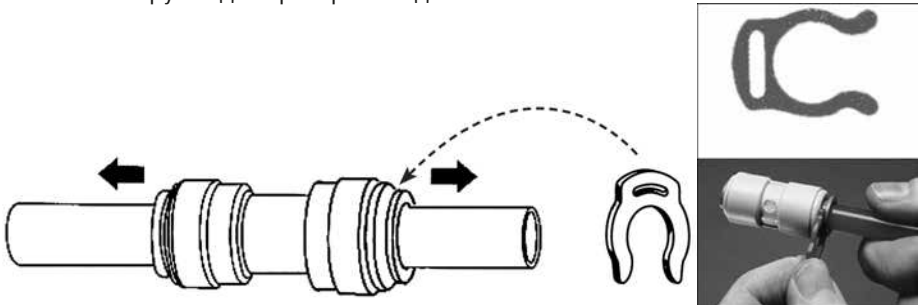

Рис. 4
Для предотвращения случайного разъединения зафиксируйте кольцо скобой (рис. 4).
4. Вытяните трубку, удерживая кольцо нажатым (рис. 4).